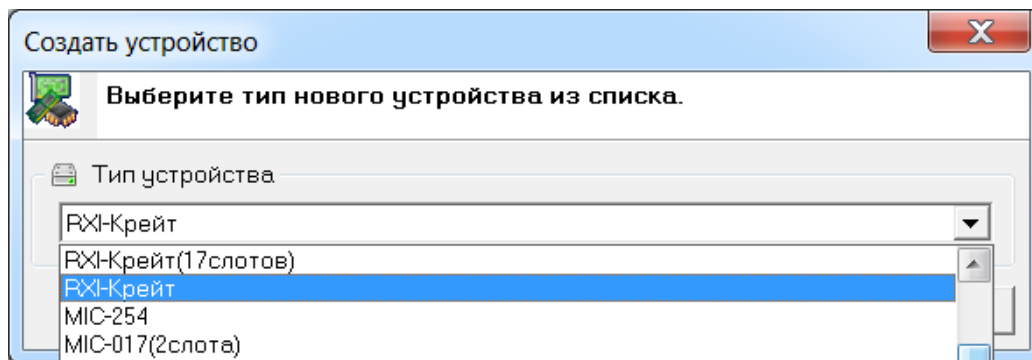

Рисунок 11 – Выбор **RXI-Крейта**
4) В открывшемся окне **Создать устройство** в выпадающем списке выбрать **RXI-Крейт** (см. рисунок 11).